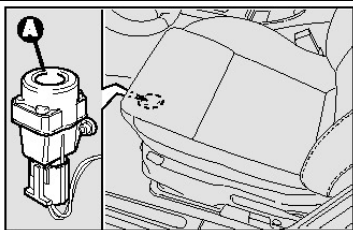

рис. 61
Для того чтобы вновь включить отсекку подачи топлива надо нажать на кнопку **A** – рис.61.
- нажать кнопку **A** – рис.61, чтобы повторно включить отсекку подачи электрического питания;